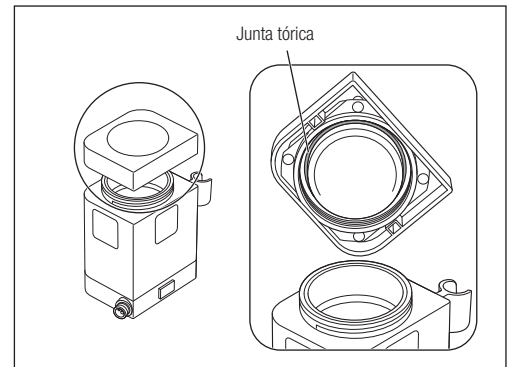

Fig. 48
- 2) Retire la junta tórica del interior de la tapa del depósito con la ayuda de una aguja, etc. (Fig. 48).